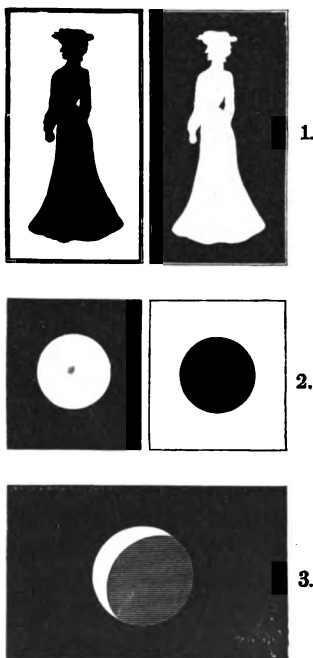

Fig. 100.
Man kann wohl verstehen, daß die Überstrahlung den Vergleich verschieden heller Gegenstände sehr erschwert. Man betrachte nur einmal den schwarzen und den weißen Kreis auf Fig. 100 (2)
Viele unserer jungen Freunde werden schon bemerkt haben, daß der Mond gleich zu Beginn des ersten Viertels nicht nur eine glänzende Sichel, sondern auch seine übrige Scheibe in mattem, aschgrauem Licht sehen läßt. Man muß sich jedoch zwingen, Sichel und Scheibe als demselben Kreise angehörig zu betrachten, stets empfängt man den Eindruck, daß die Sichel von einem größeren Kreise stamme und mit ihren Hörnern die Scheibe umfasse. Fig. 100 (3) versucht die Erscheinung zu zeigen, doch ist sie am Himmel weit auffallender.
unserem Buche. Wir benutzen die Fig. 100 und legen das Buch in deutlicher Sehweite vor uns auf den Tisch. Gleich daneben ein weißes Stück Papier mit einem kleinen schwarzen Tintenpunkt in der Mitte. Damit sind alle Vorbereitungen getroffen und das Experiment kann beginnen, zu dessen Gelingen — hier sei's gleich gesagt — immerhin eine gewisse Aufmerksamkeit und Willensstärke erforderlich ist. Wir setzen mitten in den weißen Kreis 2 einen kleinen Bleistiftpunkt und fixieren diesen eine Zeitlang starr mit beiden Augen. Fünf Sekunden genügen, jedes Abirren verdirbt jedoch den Versuch. Dann lassen wir die Augen schnell nach dem Punkt auf dem Papier hinüberlaufen und bleiben auf ihm haften. Ein Augenblick vergeht und dann erscheint auf dem leeren Papier ein helles Quadrat und inmitten ein schwarzer Kreis. Die Erscheinung hält einige Sekunden an, ehe sie verblaßt. Offenbar besteht sie nicht auf dem Papier, sondern allein im Auge. Ein kreisrunder Fleck der Netzhaut war durch das Anstarren des weißen Bildes ermüdet und konnte später, als insgesamt helles Licht über die ganze Fläche fiel, die Mitte nicht so hell empfinden als die Umgebung. So entstand ein dunkler Kreis auf hellem Grunde. Man wird mithin stets durch Ermüdung ein negatives Bild zu sehen bekommen. Jede Figur, die nicht zu verwickelt ist, eignet sich für den Versuch, vorzüglich auch die Abbildung der schwarzen und weißen Dame über den Kreisen. Es kann nach der Ermüdung auch ein beliebiger Punkt an der Wand oder an der Decke zur Entwicklung des Gegenbildes auserselbst werden, selbst eine Stelle am grauen Wolkenhimmel. Je größer die Entfernung ist, desto größer erscheint das Bild. Auch hier tritt also eine Brodengespensttäuschung auf (vergl. Seite 333).